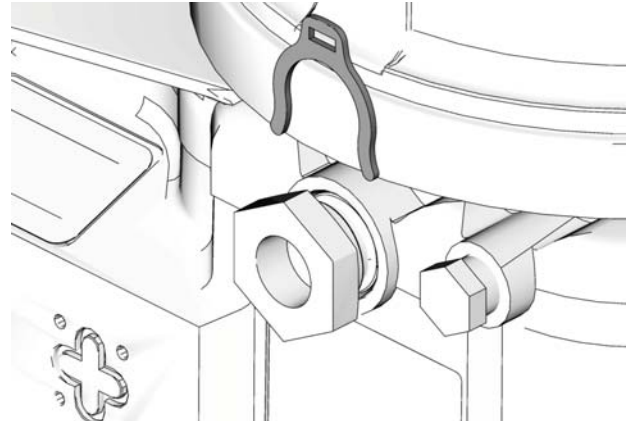

FIG. 12
Il controllo del volume della pompa è impostato senza utilizzare nessun distanziale (0), oppure usando 1 o 2 distanziali (FIG. 12).